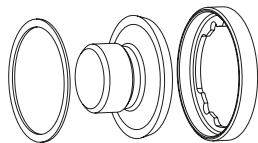

fig. 1
**2.6.b.2.** Coja la arandela, el tornillo derecho y la tuerca autoextractora específicos de INpower contenidos en el embalaje. El orden de montaje es el que se muestra a la derecha, situando la arandela en primer lugar en el alojamiento de la biela. (fig. 1)